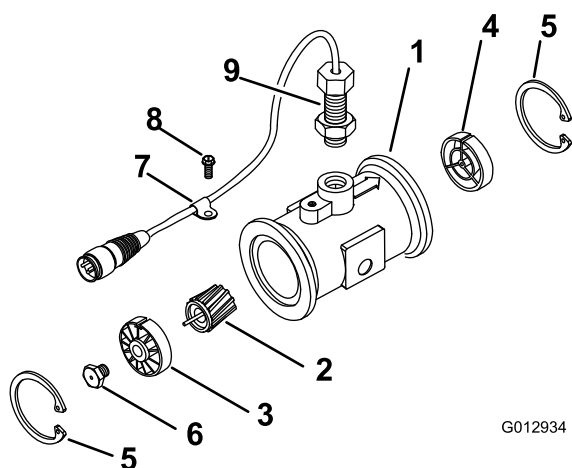

Figure 100
3. Retirez le circlip en amont (Figure 100).